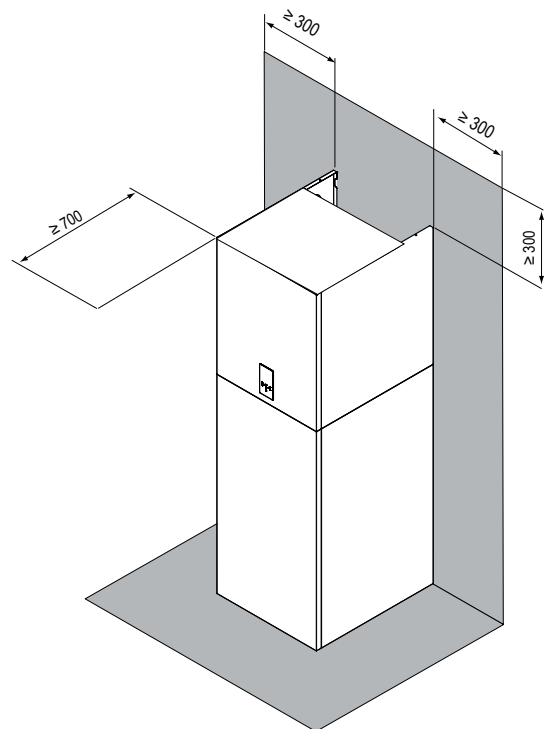

fig. 8 - área operativa mínima para la unidad interior
- El espacio alrededor de la unidad es adecuado para el mantenimiento, consulte fig. 8.